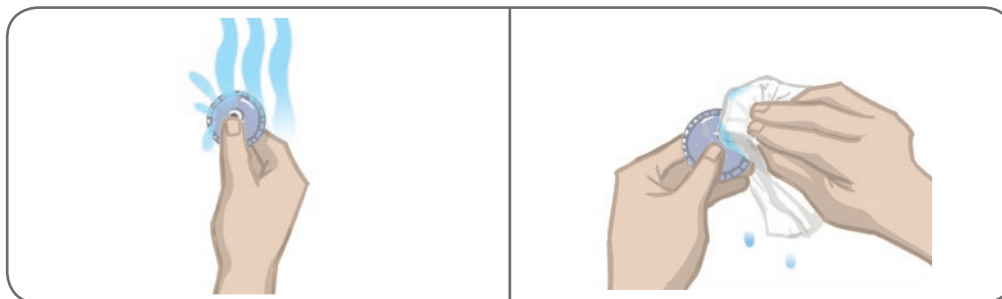

Ilustración 11-5: Cómo humedecer y eliminar el exceso de agua
4. Humedezca los Electrodos Round Cloth con agua corriente hasta que estén empapados. Consulte la ilustración 11-5.
5. Utilice un paño y limpie o seque con cuidado el exceso de agua del reverso (lado del broche) de los electrodos. Consulte la ilustración 11-5.